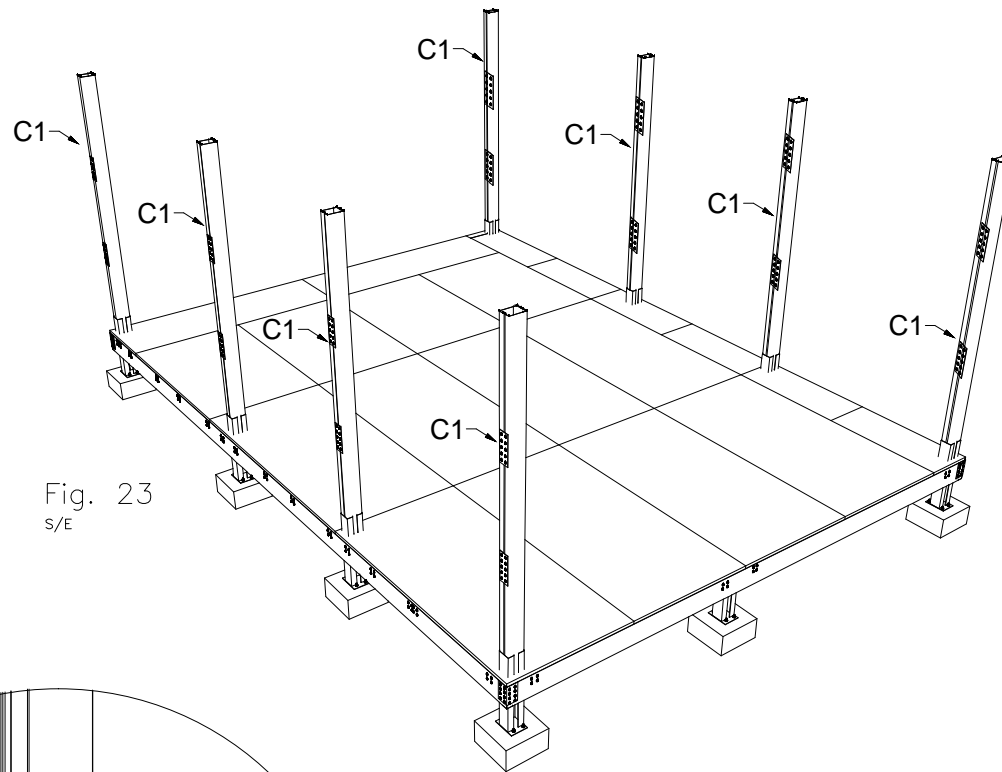
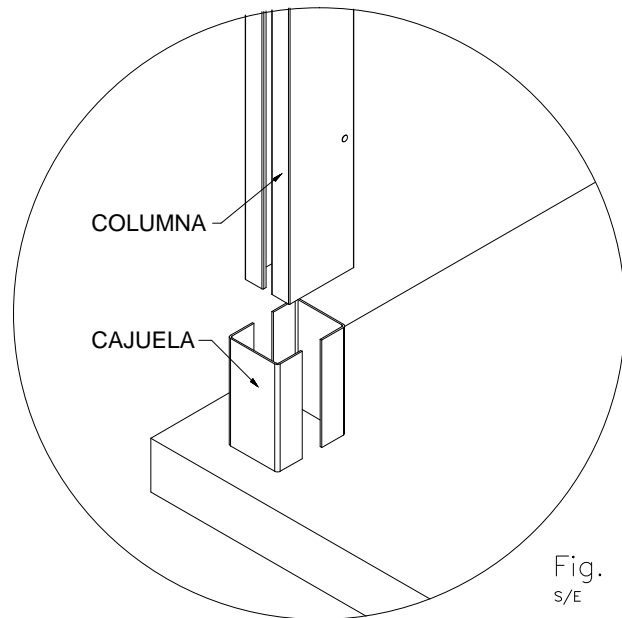

Fig. 23
Fig. 23.1
- 1.- COLOCAR LAS COLUMNAS, INSERTÁNDOLAS EN LAS CAJUELAS TAL COMO SE MUESTRA EN LA FIG.23 Y FIG.23.1